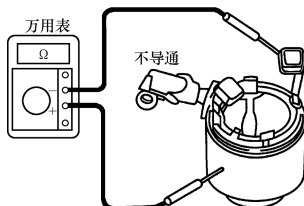

图 4-44 检查励磁线圈是否接地
(2) **检查励磁绕组是否接地** 用万用表检查励磁绕组末端与磁极框架之间,应不导通,如图 4-44 所示。若导通,修理或更换磁极框架。